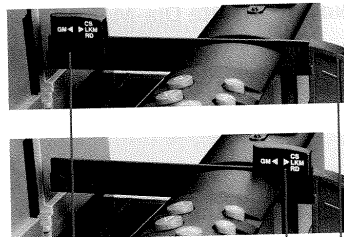

Bild 2
Werden Dias in einem Gemeinschaftsmagazin vorgeführt, Diagreifer (10) herausziehen und den Reiter (9) zum Ende des Diagreifers schieben bis er einrastet (Bild 2 oben).
Zur Vorführung von Dias in LKM-, CS- oder Rundmagazinen den Diagreifer (10) herausziehen und den Reiter (9) in Richtung Griffstück des Diagreifers bis zum Anschlag zurückziehen (Bild 2 unten).
If slides are projected from a standard slide tray, pull out the slide claw (10) and insert the slider (9) up to the end of the slide claw until it latches in (Fig. 2 top). If slides are projected from an LKM, CS or round slide tray, pull out the slide claw (10) and pull back the slider (9) in the direction of the grip of the slide claw as far as possible (Fig. 2 bottom).
Si les diapositives sont présentées dans un panier standard, tirer le passe-vue (10) et pousser le cavalier (9) jusqu'à enclenchement au bout du passe-vue (figure 2 en haut).
Si les diapositives sont présentées dans un panier LKM, un panier CS ou circulaire, tirer le passe-vue (10) et déplacer le cavalier (9) vers la poignée du passe-vue jusqu'en butée (figure 2 en bas).